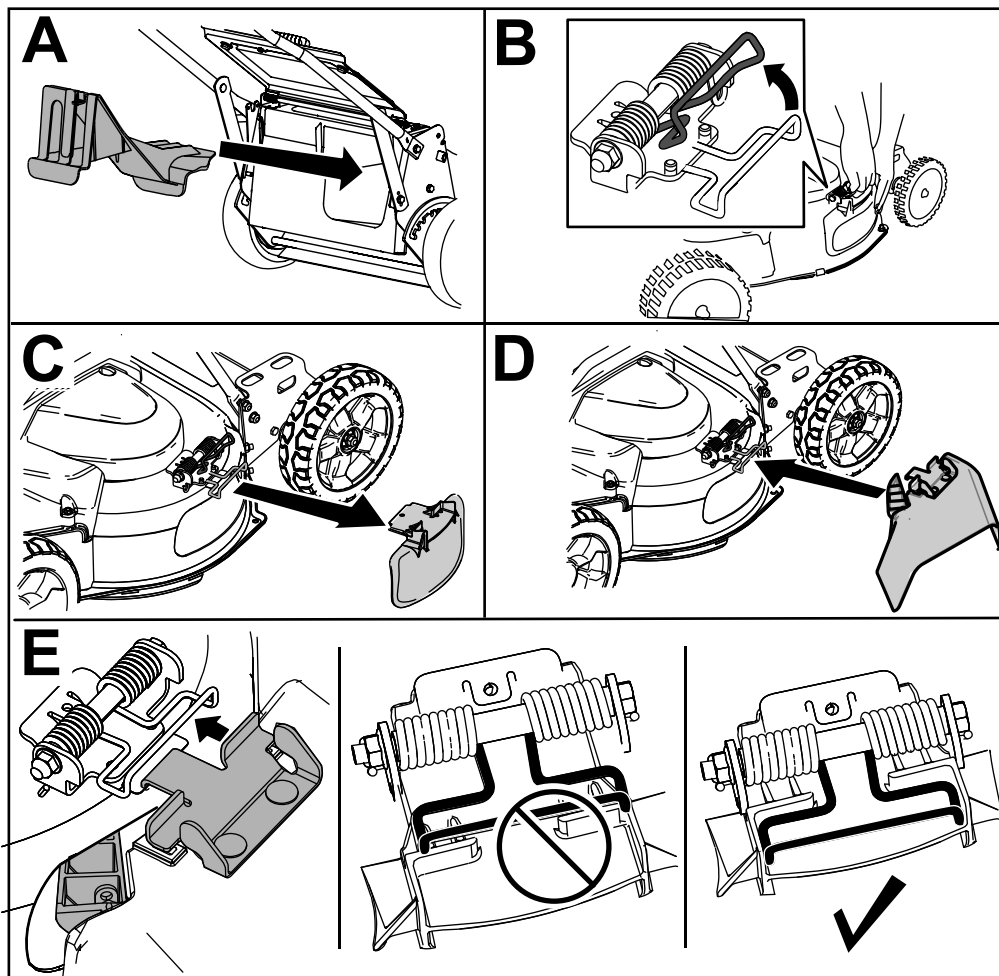

Figura 22
3. Insira o bujão de descarga traseiro (A da Figura 22).
4. Retire o defletor de descarga lateral empurrando para cima a mola que mantém o defletor no sítio e removendo o defletor (B e C da Figura 22).
5. Instale a calha de descarga lateral empurrando a mola para cima, colocando a calha sobre a abertura e descendo a mola sobre as patilhas na parte superior da calha de descarga (D e E da Figura 22).